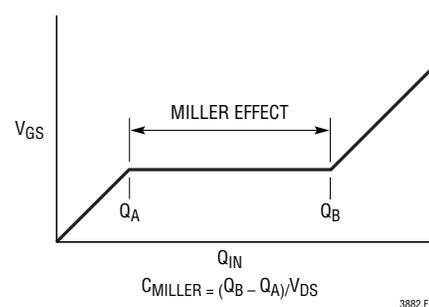

図21. MOSFETの標準的なゲート電荷曲線
4. ゲート駆動電流は、上側MOSFETと下側MOSFETのゲート電荷の総量に動作周波数を掛けた値に等しくなります。これらの電荷はFETドライバによって加えられたゲート電圧に基づいており、図21に示すようなメーカーの曲線から割り出すことができます。多くのドライバICは、上側と下側のFETに非対称のゲート電圧を使用します。
効率を最大にするには、RDS(ON)とQGを最小限に抑えます。RDS(ON)を小さくすると導通損失が最小限に抑えられ、QGを小さくするとスイッチング損失と遷移損失が最小限に抑えられます。MOSFETのゲート電荷は、ほとんどのデータシートに含まれる標準的ゲート電荷曲線(図21)から得られます。
CMILLERは上側MOSFETの遷移損失項を決める最重要選択基準ですが、MOSFETのデータシートで直接規定されてはいません。CMILLERは、図21の曲線がほぼ平らな区間の水平軸に沿ったゲート電荷の増分を、規定のVDSの変化量で割ったものに等しくなります。その後、この結果に、実際のアプリケーションのVDSとゲート電荷曲線で規定されているVDSの比を掛けます。コントローラが連続モードで動作しているとき、上側MOSFETと下側MOSFETのデューティ・サイクルは、以下の式で与えられます。